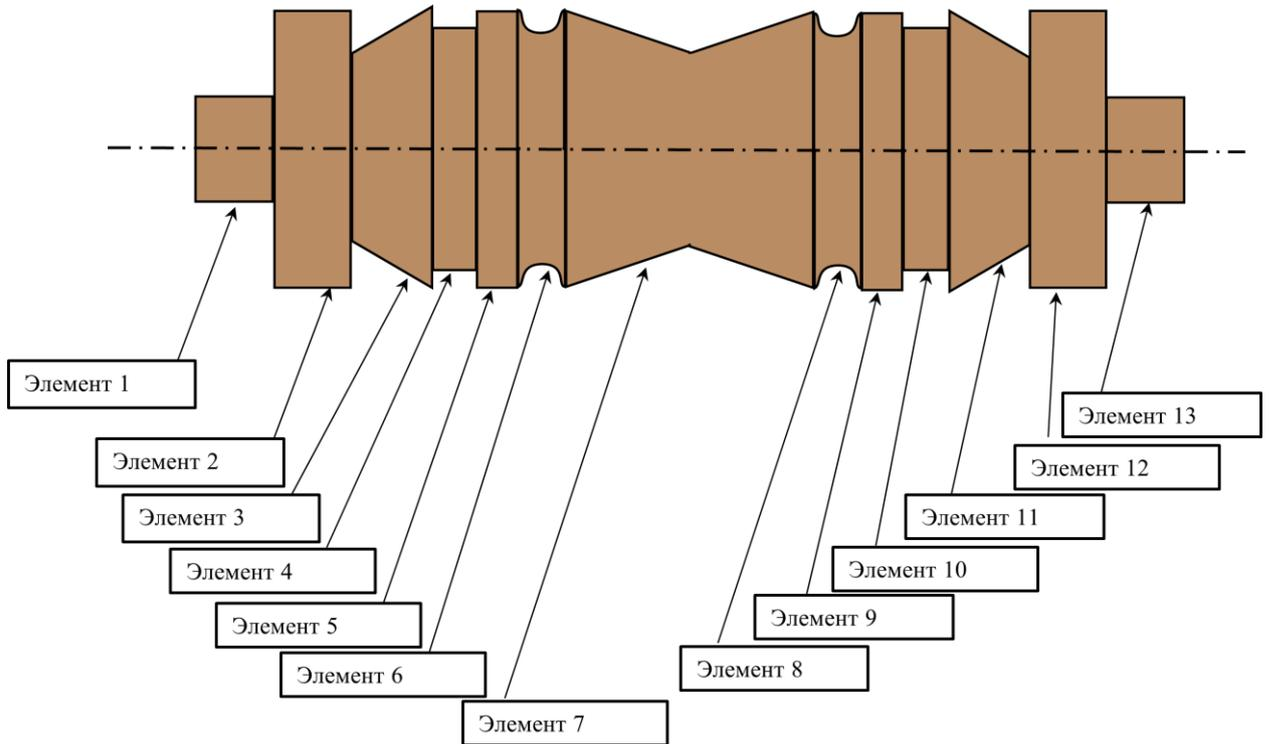

Рис.1
1. По представленной на Рис. 1. детали и в полном соответствии со значениями, указанными в таблице разработайте чертёж детали. Форму изделия, изображённую на рисунке, сохраните без изменений. На правом торце детали выполните фаску $3 \times 45^\circ$. Разработайте чертёж данной детали и